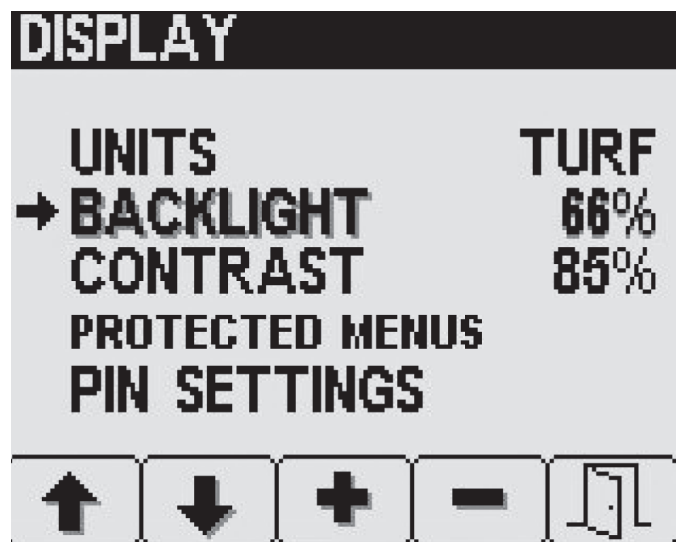

図 11
1. 表示 Display 画面からボタン 2 を何度か押して Backlight または Contrast を選択する (図 11)。
2. ボタン 3 と 4 を使って希望する値にセットする (図 11)。